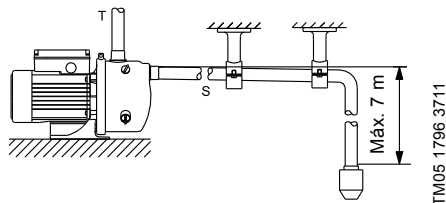

Fig. 2 Ligação à tubagem
Ligue a tubagem de descarga ao lado de descarga da bomba (T). Consulte a fig. 2.